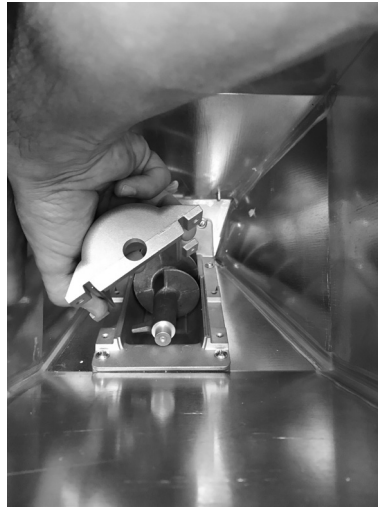

Fig. 73 - Extracción de la cobertura
- Extraer la cobertura (véase **Fig. 73**).